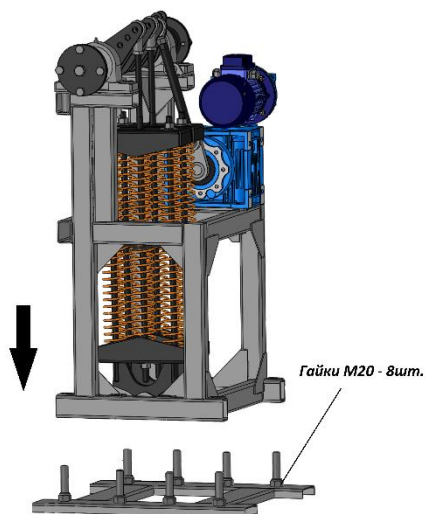

Рисунок 8
- С помощью крана или лебедки установите Раму шлагбаума на закладные элементы фундамента так, чтобы совпали закладные шпильки с крепежными отверстиями Рама, Рис.8.